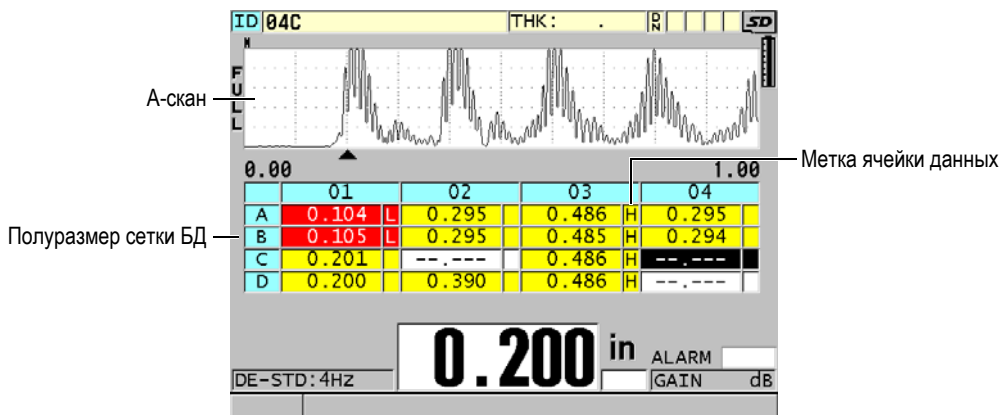

Рис. 10-8 Пример полуразмера сетки БД
одновременно отображать А-скан, сетку БД и значение толщины (см. Рис. 10-8 на стр. 155). Можно настроить отображение метки ячейки данных и цвет фона, соответствующий диапазону, в котором значения толщины уменьшаются.
8. Установите **МЕТКА ЯЧЕЙКИ ДАННЫХ** на одну из доступных опций для отображения метки данных с каждой ячейкой таблицы БД. Метка ячейки данных – буква, отображаемая в маленьком квадратике, справа от значения толщины в ячейке данных (см. Рис. 10-8 на стр. 155). Доступные опции: